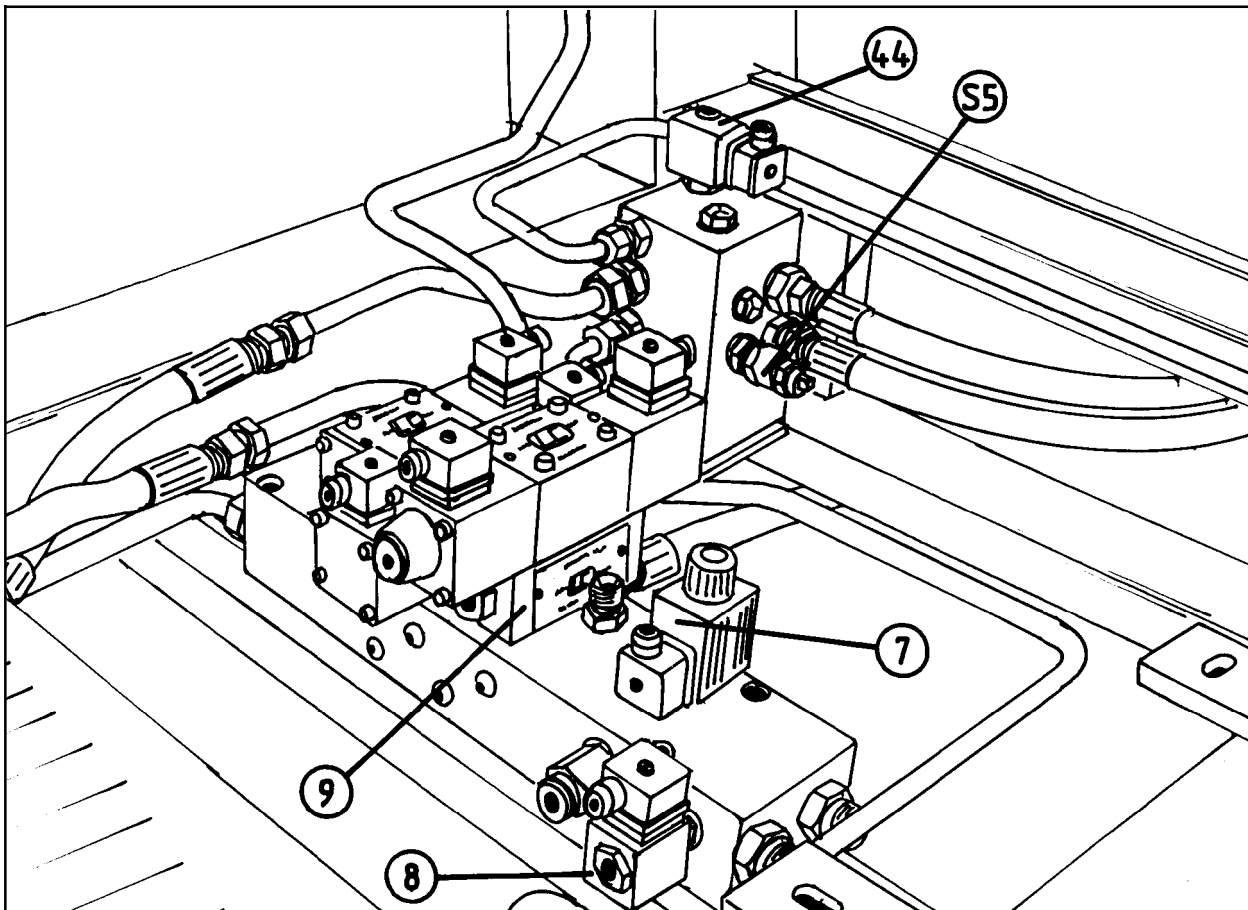
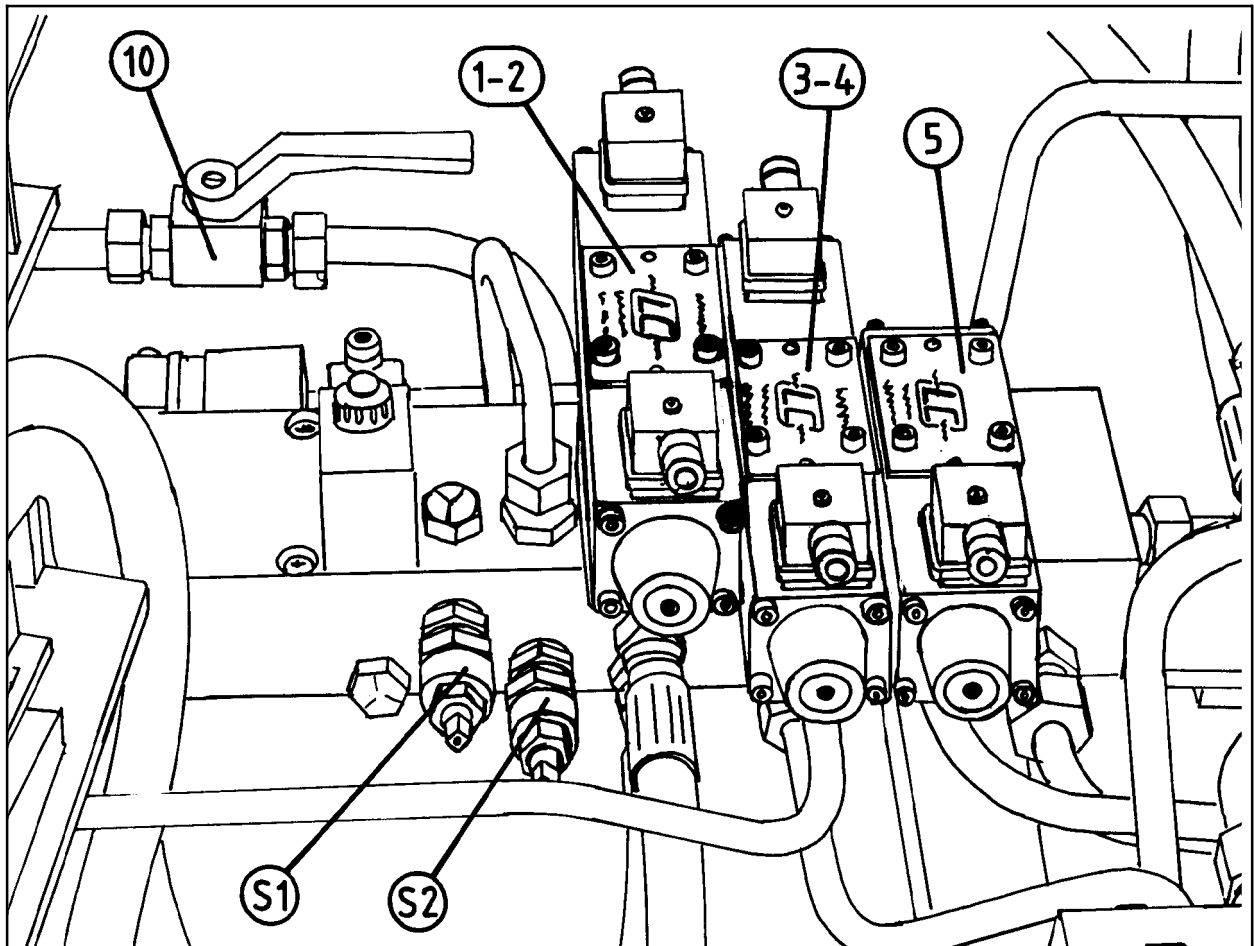

Fig. 14-1
Fig. 14-2
Sur la plupart des tracteurs, la pompe à huile génère une quantité fixe par rotation. C'est pourquoi l'électrovanne à bille, (pos. 10, fig. 14-2), doit rester ouverte. (Voir chapitre 4.10). Si aucune autre fonction n'a été activée, l'huile provenant du tracteur traverse l'appareil de distribution de la machine, avant d'être reconduite vers le réservoir. Dès que l'un des boutons de la console de commande est utilisé, **l'électrovanne de dérivation**, (pos. 7, fig. 14-1), ferme le circuit d'huile et ouvre l'électrovanne correspondant à la fonction activée par le bouton.
Pour les tracteurs, (comme ceux de la marque John Deere), dont la pompe à huile génère un volume variable par rotation, (circuit fermé), il convient de fermer l'électrovanne à bille. (Pos. 10, fig. 14-2). Dans ce cas, l'huile ne parvient à l'appareil de distribution principal que lorsqu'une des fonctions est activée à partir de la console de commande.
L'électrovanne "John Deere", (pos. 8, fig. 14-1), laisse l'huile entrer dans l'appareil de distribution; l'électrovanne correspondant à la fonction activée s'ouvre simultanément.
Pour éviter que la pression exercée sur le couteau ne diminue et que le film plastique ne soit lâché trop tôt, l'appareil de distribution comporte une électrovanne de retenue, (pos. 9, fig. 14-1), à commande automatique, située sous l'électrovanne magnétique, (pos. 1-2, fig. 14-2).
14.3 Le système hydraulique est équipé d'une vanne de sécurité, (S1), dont la pression est réglée à 185 bar. Elle ouvre le passage de l'huile vers le circuit de retour si cette pression est dépassée. Cette vanne est située sur le distributeur principal. Voir fig.14-2.
Lors du fonctionnement à vitesse réduite, l'huile, commandée par l'électrovanne magnétique, (pos. 5, fig. 14-2), passe dans le bras rotatif, mais elle traverse une buse qui en réduit le volume.
16.2 Ne concerne que les électrovalves des fonctions principales. (Pos. 1-5, fig. 14-2).